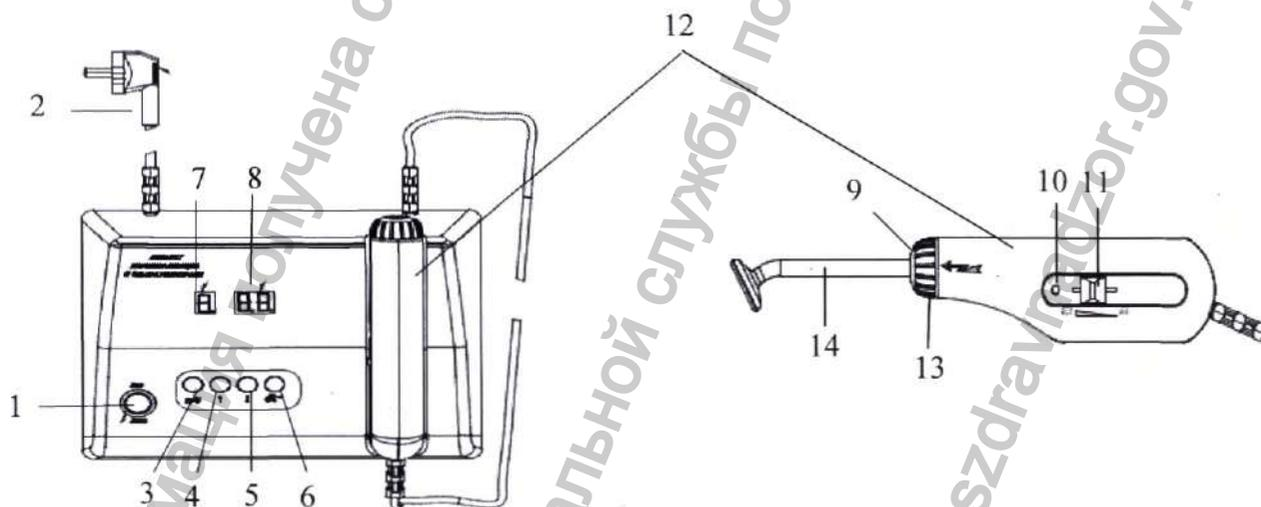

Рисунок 5
8.5 Исходное положение – сетевая кнопка (Рис.5 поз.1) в положении «ВЫКЛ».
8.7 Установите ручку регулятора напряжения (Рис.5 поз.11) в положение «МИН».
8.8 Выберите соответствующий процедуре электрод (Рис. 3, рис.5 поз.14).
8.9 Вставьте электрод до упора в гнездо держателя (Рис.5 поз.9), поверните гайку зажима электрода (Рис.5 поз.13), по часовой стрелке, до момента фиксации электрода.
9.2. С помощью клавиши D/U (Рис5. поз.3) выберите необходимый режим **d**-дарсонвализация или **u** - ультратональная терапия. Буква обозначения режима будет высвечиваться на индикаторе режима (Рис.5 поз.7).
9.3.С помощью клавиш таймера (Рис. 5 поз.4-5) установите необходимую длительность процедуры. Установленное время отображается на цифровом индикаторе таймера (Рис.5 поз.8)
9.4. С помощью клавиши  «Пуск/Стоп» (Рис.5 поз.6) запустите аппарат в работу.
9.6 Передвигая ручку регулятора (Рис.5 поз.11) в направление положения «МАКС», установите напряжение, требуемое для проведения процедуры. При этом загорается светодиодный индикатор (Рис.5 поз 10) сигнализирующий о наличии напряжения подаваемого на электрод (чем больше выходное напряжение, тем ярче горит светодиод). Одновременно со светодиодным индикатором, газ, наполняющий электрод, начинает светиться ярко-оранжевым или светло-малиновым цветом.
ПРИМЕЧАНИЕ! Для экстренной остановки процедуры нажмите на клавишу  «Пуск/Стоп» (Рис.5 поз.6). После чего для возобновления процедуры повторите п.п. 9.2÷9.5.
9.11 Поверните гайку зажима электрода (Рис.5 поз.13) против часовой стрелки, выньте электрод из гнезда держателя (Рис.5 поз.9).
9.12 Уложите электрододержатель (Рис.5 поз.12) в предназначенное для него ложе.